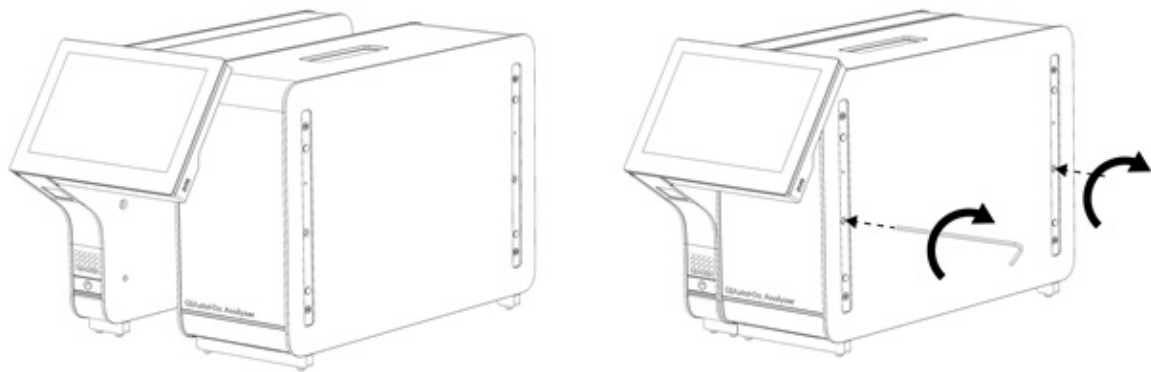

Figure 6. Fixation du module opérationnel au module analytique.
3. Sortez le module opérationnel de sa boîte et fixez-le au côté gauche du module analytique. Serrez les vis avec l’outil de montage du module analytique/opérationnel fourni avec le QIAstat-Dx Analyzer 1.0 (figure 6).